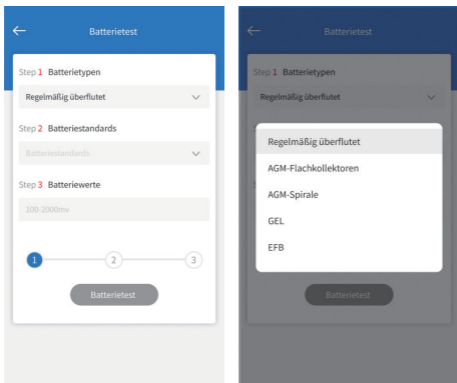

Abbildung 4.1.1
2. Wählen Sie den entsprechenden Batterietyp aus (siehe Abbildung 4.1.1). Der genaue Batterietyp ist normalerweise auf dem Batterieticket aufgeführt.